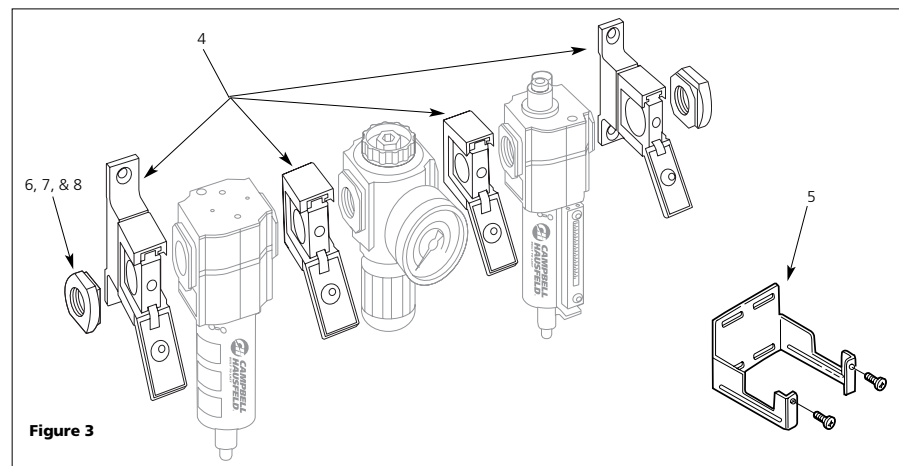

Figure 3
3. Retirer le bouchon du sac de plastique. Utiliser le ruban Téflon® sur les filets et bien installer sur l'orifice opposé à la jauge. (Voir la figure 3).